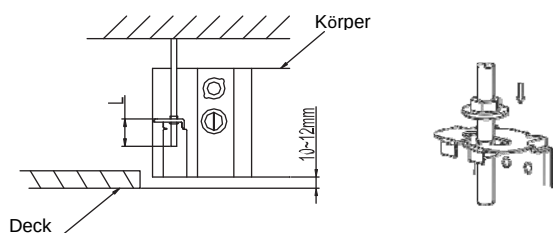

Abb.1-5
- 1 Installieren Sie die Klimaanlage sicher, erst danach sollten Sie die Schrauben fest in den Körper drehen (siehe Abb.1-5).